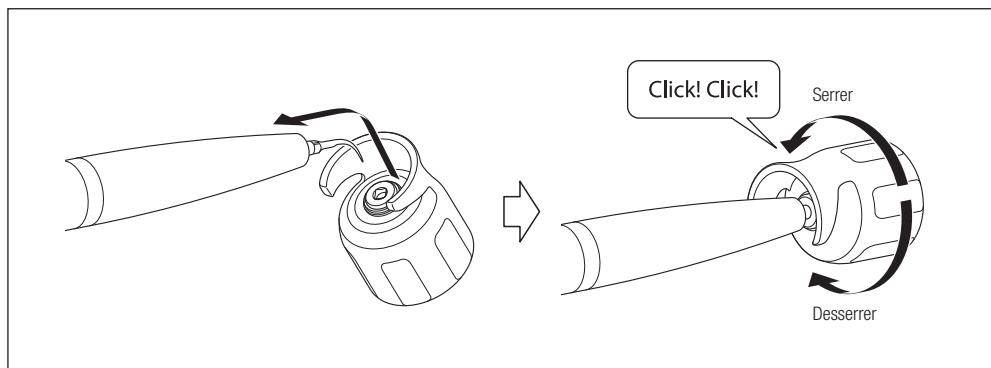

Fig. 16
3) Faites coïncider la partie carrée de l'insert avec l'orifice de la clé dynamométrique (CR-10), puis insérez-la dans ce même orifice. Faites tourner la clé jusqu'à entendre un déclic et que toute rotation supplémentaire soit impossible. Durant la procédure, maintenez la pièce à main de manière à éviter que le cordon de la pièce à main ne se torde. Pour retirer l'insert, faites tourner la clé dans le sens de la flèche « Desserter » (Fig. 16).